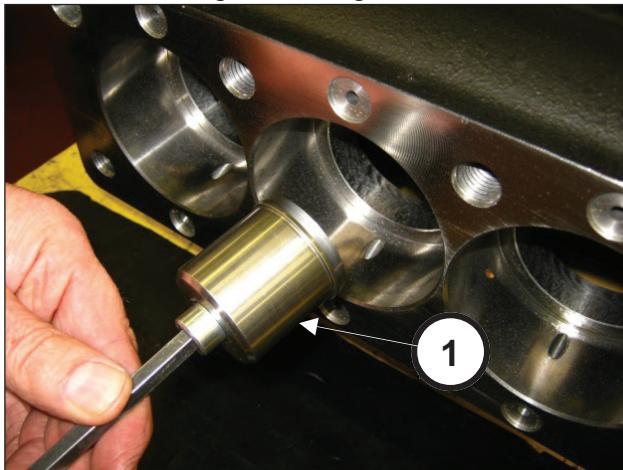
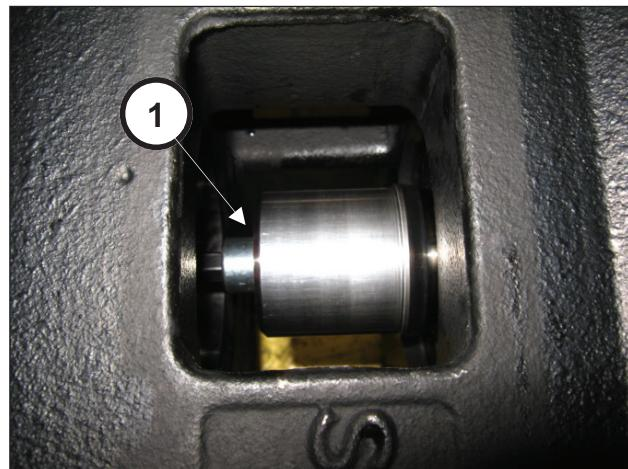
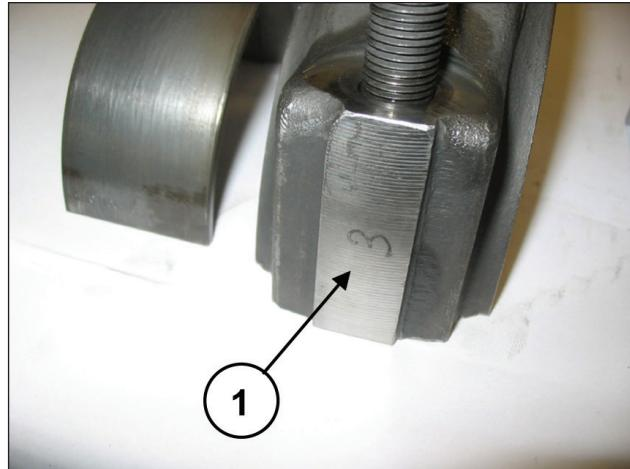

Abb. 34
Abb. 35
Abb. 42
Setzen Sie das Werkzeug ein (Pos. ①, Abb. 34) ein und drehen Sie es bis auf Anschlag auf der Stange fest (Pos. ①, Abb. 35).
Paaren Sie die Pleuelhälften mit den vorab ausgebauten Pleueldeckeln unter Berücksichtigung der Nummerierung (Pos. ①, Abb. 42).
Trennen Sie Pleueldeckel und Pleuelhälften; die vorschriftsmäßige Paarung wird durch die seitliche Nummerierung garantiert (Pos. ①, Abb. 42). Nachdem Sie das Gehäuse auf perfekte Sauberkeit überprüft haben, setzen Sie die Baugruppe Pleuelhälfte-Kolbenführung in die Buchsen des Gehäuses ein (Pos. ①, Abb. 35).
Arretieren Sie die drei Baugruppen mit dem entsprechenden Werkzeug Art. 27566200 (Pos. ①, Abb. 34). Montieren Sie vorläufig den Innenring der Kurbelwellenlager (bis auf Anschlag an beiden Seiten der Welle) mithilfe des geeigneten Werkzeugs Art. 27604700 (Pos. ①, Abb. 47) (Pos. ①, Abb. 48).